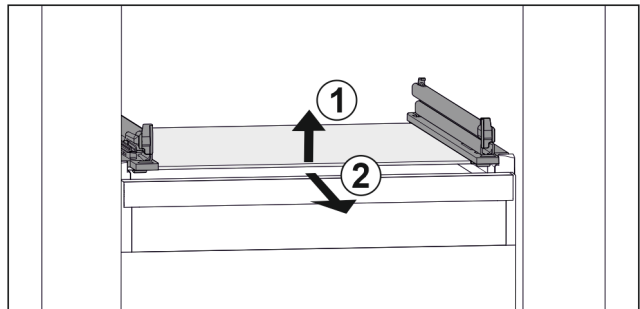

Fig. 48 Exemple de représentation de la tablette en verre
- ▶ Soulever la tablette en verre par l'avant. Fig. 48 (1)
- ▶ Retirer la tablette en verre par l'avant. Fig. 48 (2)